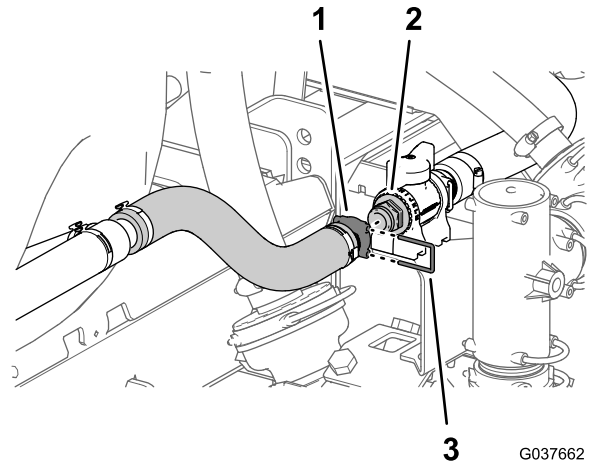

Figure 57
- 6. Fixez le raccord cannelé droit du bloc de buses d'agitation au raccord rapide du régulateur d'agitation avec l'étrier fourni avec le flexible d'agitation (Figure 57).